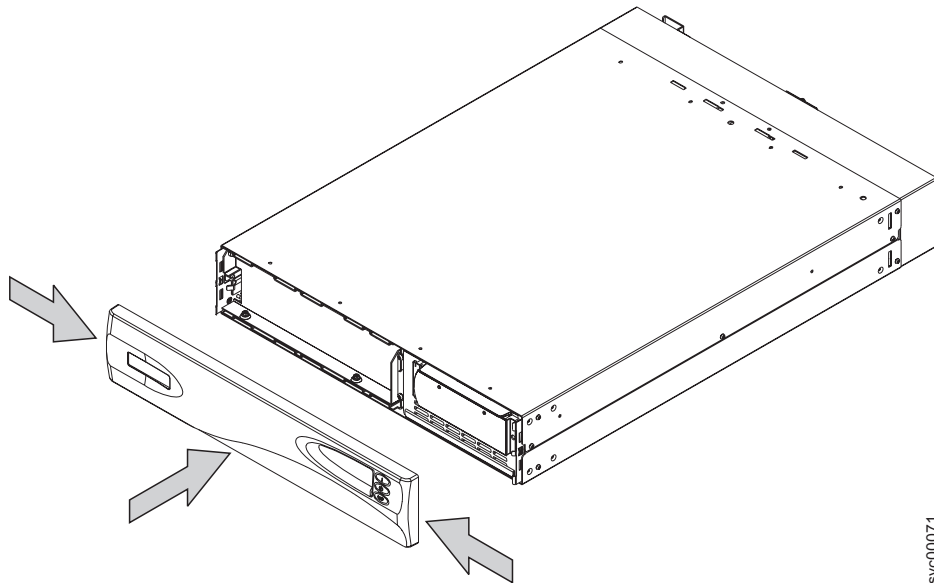

図 314. 2145 無停電電源装置 のフロント・パネルの再取り付け
6. 図 314 に示すように、サイドを内側に押して、その両端を 2145 無停電電源装置に向かって押しながら、フロント・パネルを取り替えます。